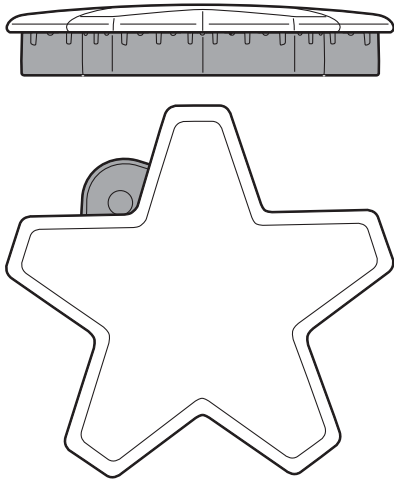
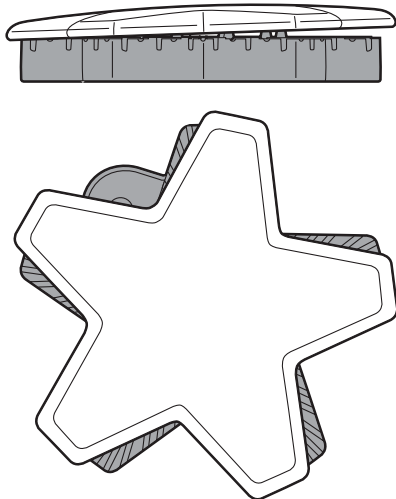

Figura 15: Tapa de quemador colocado correctamente
Figura 16: Tapa de quemador colocado incorrectamente
- Compruebe cada quemador para asegurarse de que no hay espacio entre la tapa y la base del quemador. Vea las *Figura 15* y *Figura 16* para ejemplos de tapa de quemador instalada correcta e incorrectamente.
- Puede intentar mover con cuidado las tapas de los quemadores lateralmente para asegurarse que están colocadas correctamente en su base. Cuando es el caso, las tapas están rectas en la base y cubren completamente la base del quemador en forma de estrella al mirarlas desde arriba, como se muestra en la *Figura 15*.
Cada quemador STAR[®] tiene su propio encendedor electrónico que echa chispas cuando se activa la perilla. Los quemadores deben encenderse en 4 segundos o menos. Si un quemador no se enciende, asegúrese de que la tapa esté colocada correctamente sobre la base (vea las *Figura 15*).